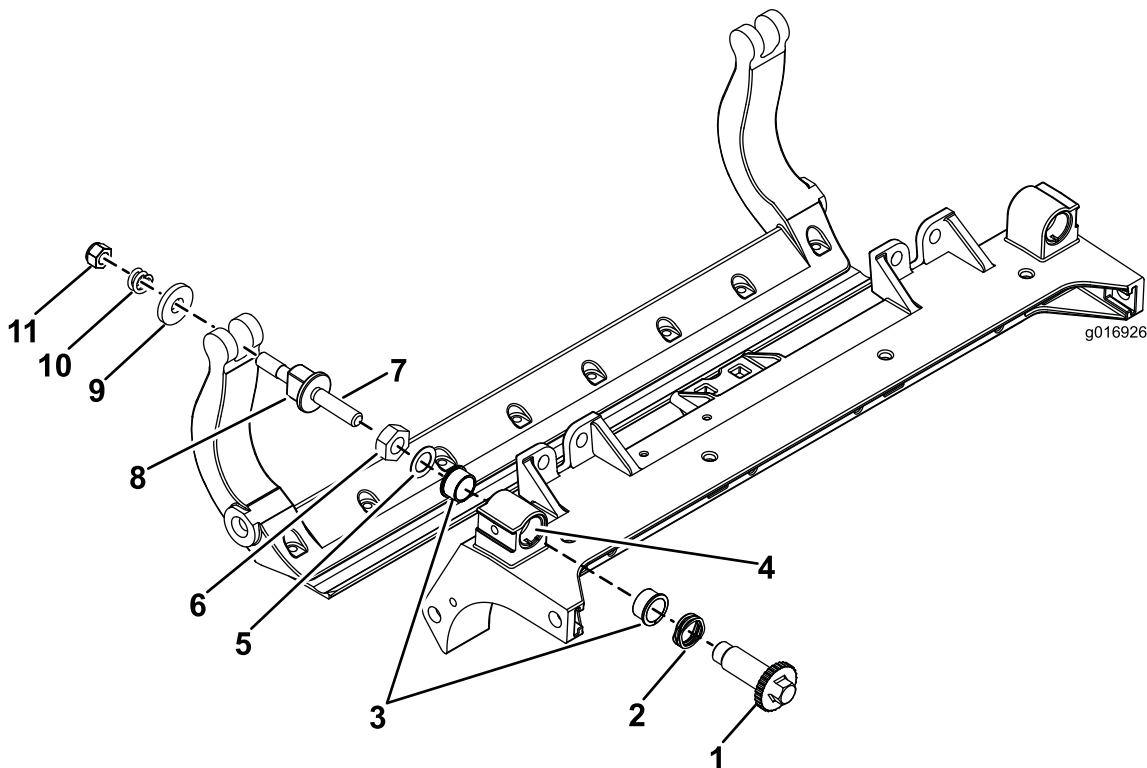

图34
1. 拆除所有零件请参阅 HD DPA 套件型号 120-7230 安装说明和图34。
2. 将防粘剂涂抹到滚刀组承载架的轴套区内侧图34。
3. 将凸缘轴套上的键与机架的槽对准然后安装轴套图34。
4. 将一个波形垫圈安装到调节器轴上然后将调节器轴滑入滚刀组机架中的凸缘轴套内图34。
5. 用扁平垫圈和锁紧螺母固定调节器轴图34。上紧锁紧螺母扭矩至 2027N m。
在两个尼龙垫圈的外侧各放一个钢垫圈图34。
11. 旋紧每个底刀架调节器组件上的螺母直到加压弹簧完全压紧然后往回松开 1/2 圈图34。